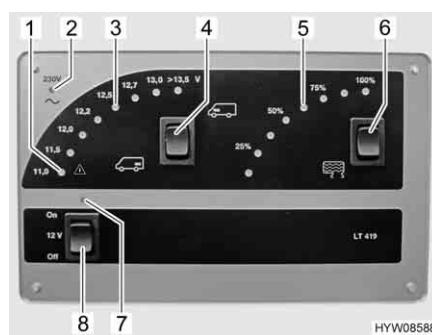

Fig. 44 Pannello di controllo LT 419
I diodi luminosi dell'indicatore Volt (Fig. 44,3) indicano la tensione della batteria.
- Spingere l'interruttore a bilico (Fig. 44,4) verso l'alto "▲": Viene indicata la tensione della batteria di avviamento.
- Premere l'interruttore a bilico (Fig. 44,4) "▼": Viene indicata la tensione della batteria dell'abitacolo.
Rispettivamente due diodi luminosi dell'indicatore del serbatoio (Fig. 44,5) mostrano il livello di riempimento.
- Premere l'interruttore a bilico (Fig. 44,6) : Viene indicato il livello del serbatoio delle acque grigie.
La spia luminosa rossa ALARM (Fig. 44,1) inizia a lampeggiare non appena la tensione della batteria dell'abitacolo scende al di sotto di 11 V (misurazione durante il normale esercizio) con conseguente rischio che la batteria si scarichi troppo.
L'interruttore principale a 12 V (Fig. 44,8) inserisce o disinserisce il pannello di controllo e l'alimentazione a 12 V dell'abitacolo.
- Premere in alto l'interruttore a bilico (Fig. 44,8) "On": L'alimentazione a 12 V dell'abitacolo è inserita. La spia di controllo (Fig. 44,7) diventa verde.
- Premere in basso l'interruttore a bilico (Fig. 44,8) "Off": L'alimentazione a 12 V dell'abitacolo è disinserita. La spia di controllo (Fig. 44,7) si spegne.
La spia di controllo a 12 V (Fig. 44,7) si accende non appena l'interruttore principale a 12 V (Fig. 44,8) viene inserito.
La spia gialla di controllo a 230 V (Fig. 44,2) si accende quando all'ingresso della centralina elettrica è presente una tensione di rete.